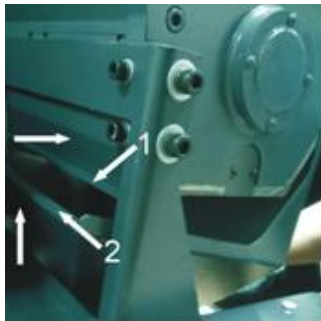
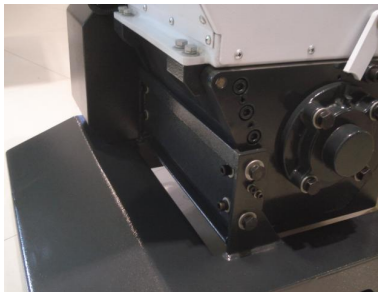

图 3-27: 集料盒的安装示意图二
图 3-28: 集料盒的安装示意图三
- 2) 集料盒按图 3-27 箭头先往上移动, 再往回拉, 使 2 (集料盒折边) 挂在 1 (集料盒挂板折边) 上。
- 3) 集料盒按图 3-27 安装后的状态, 见图 3-28。